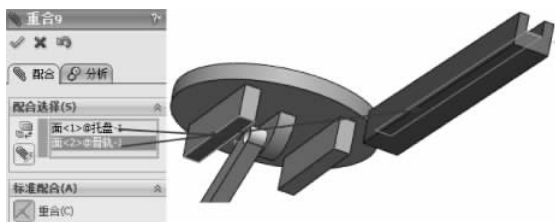

图 3-185 重合配合
(17) 选择【标准配合】选项组下的【重合】配合类型,在【要配合的实体】选择框中选择如图 3-185 所示的面,其他保持默认,单击【确定】按钮,完成重合配合。